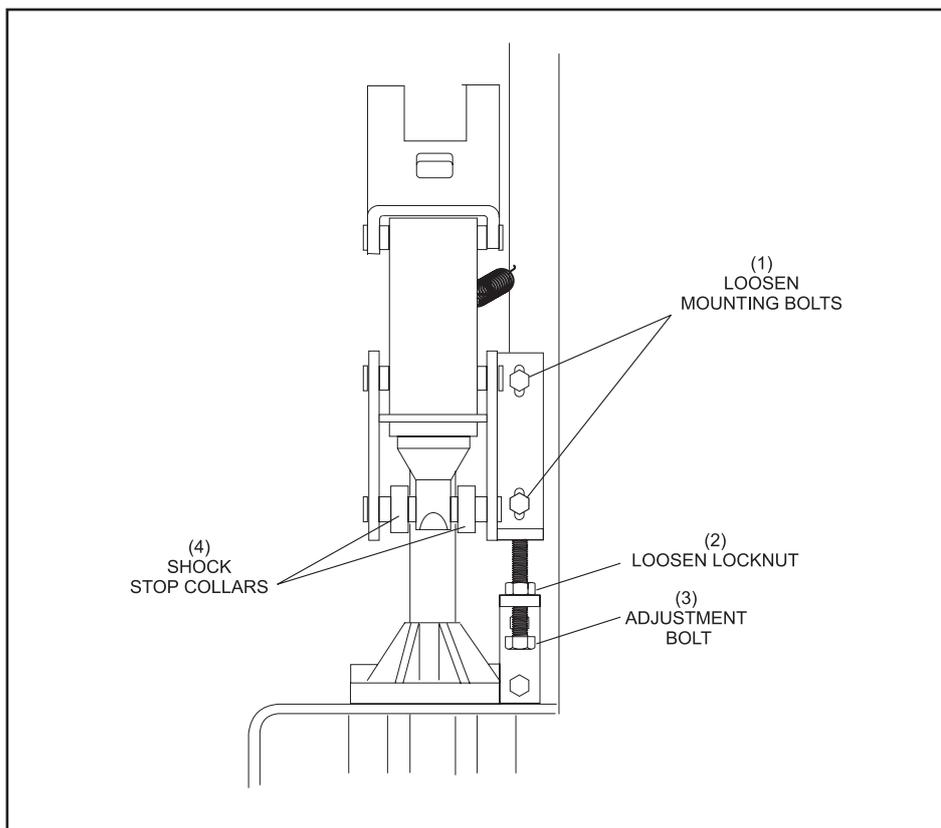

Figure 5-41. Ajustement du support de montage du limiteur de course.
- e. Si un ajustement est requis, relevez le plateau hors du limiteur de course. Desserrez les écrous freinés sur le boulon vertical du support de montage du limiteur de course et desserrez les deux boulons de montage illustrés dans la *Figure 5-41*. Abaissez ou relevez le limiteur de course comme requis. Répétez les étapes a à d jusqu'à obtenir l'espacement de 5 mm.
- (1) DESSERREZ LES BOULONS DE MONTAGE
- (2) DESSERREZ L'ECROU FREINE
- (3) BOULON D'AJUSTEMENT
- (4) COLLETS DE BUTEE DE CHOC